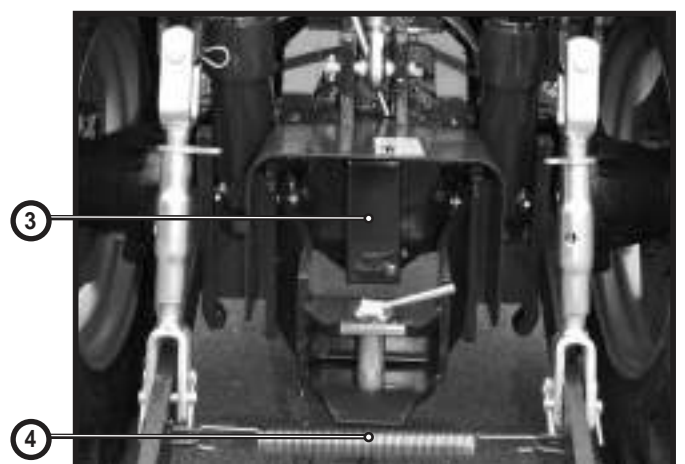

Fig. 28
**ATENCIÓN:** Cuando no se utilicen aperos, mantener colocado el protector (3) y unir las barras de tiro con el muelle (4) Fig. 28